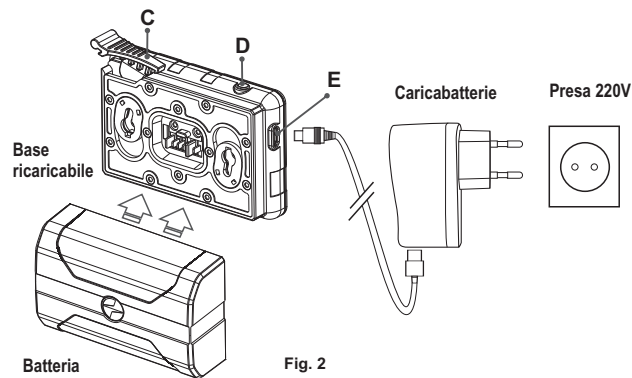

Fig. 2
- Installare il gruppo batteria all'interno del caricabatterie, come mostrato in figura e premere sulla leva **(C)** fino allo scatto **(Fig. 2)**.
- Al momento dell'installazione si accende e inizia a lampeggiare un indicatore **LED verde (D)** sul caricabatterie: